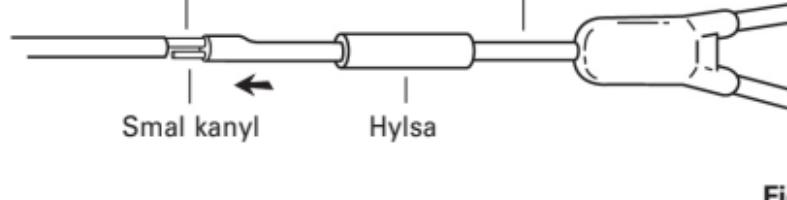

Fig. 3
3. En liten (kort ände) och stor (lång ände) metallkanyl är monterad i ersättningsskataterns ände. Skjut in den stora metallkanylen en liten bit i den stora lumen på katetern. (Fig. 3)